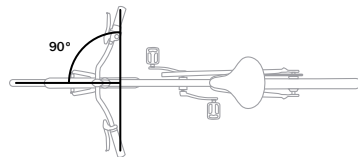

Рисунок 1.3. Правильное выравнивание руля и седла
- Убедитесь, что руль расположен перпендикулярно колесу (рис. 1.3).
- Убедитесь, что седло совмещено с осевой линией велосипеда (рис. 1.3).